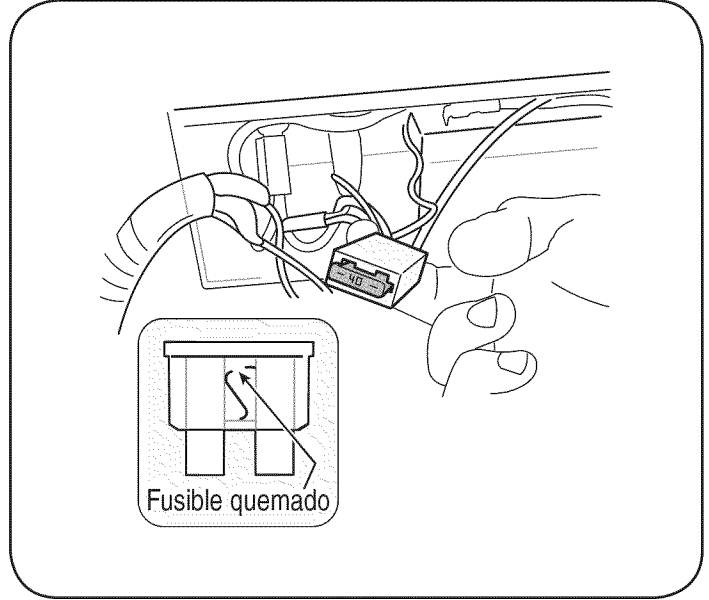

Figura 22
2. Retire el fusible del enchufe e inspeccione tal como se muestra en la Figura 22. Si está quemado, reemplace por un fusible de automóviles estándar de 40 amperes.